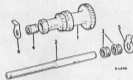

Abb. P.4
- (28) Bezug auf Punkt (18) nehmen. Abtriebswellenlager mit Werkzeug 18G 579 (abgeändert) zusammen mit Absteckring in die Mittelwange drücken.
- (29) Vorgelagewellenrad mit Anlaufschleife der Standardgröße auf der einen Seite einbauen und Abstand auf der anderen Seite messen. Tabelle (Abb. P.4) beachten und richtige Anlaufschleife wählen, um ein Endspiel von zwischen 0,05 und 0,15 mm zu erzielen. Bei 3-Gang-Synchrongetrieben ist die kleine Anlaufschleife Standardgröße, die große eine Wälzlager; beim 4-Gang-Synchrongetriebe genau umgekehrt.